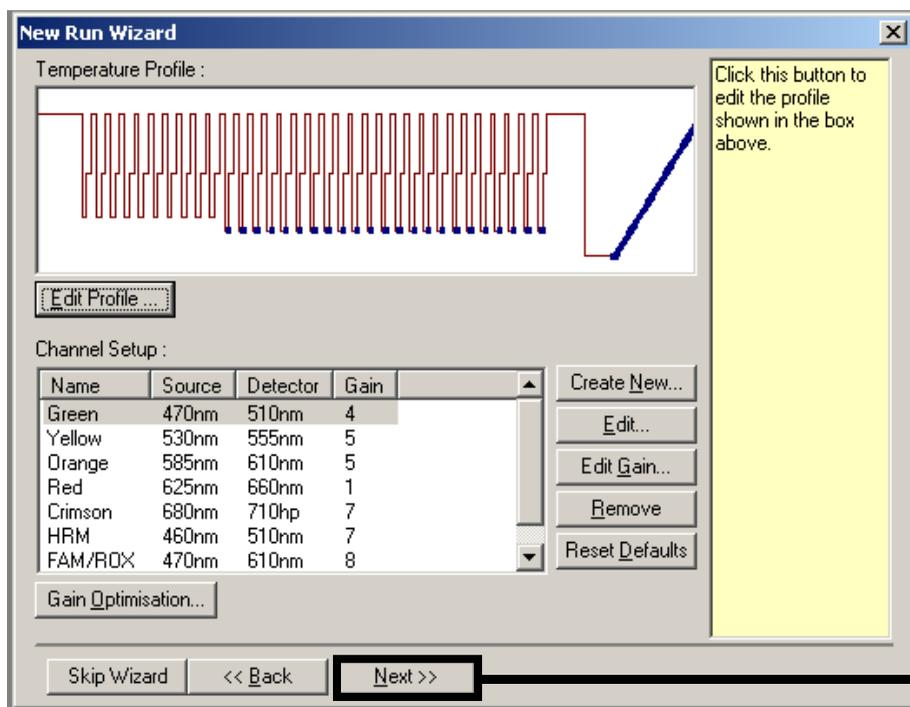
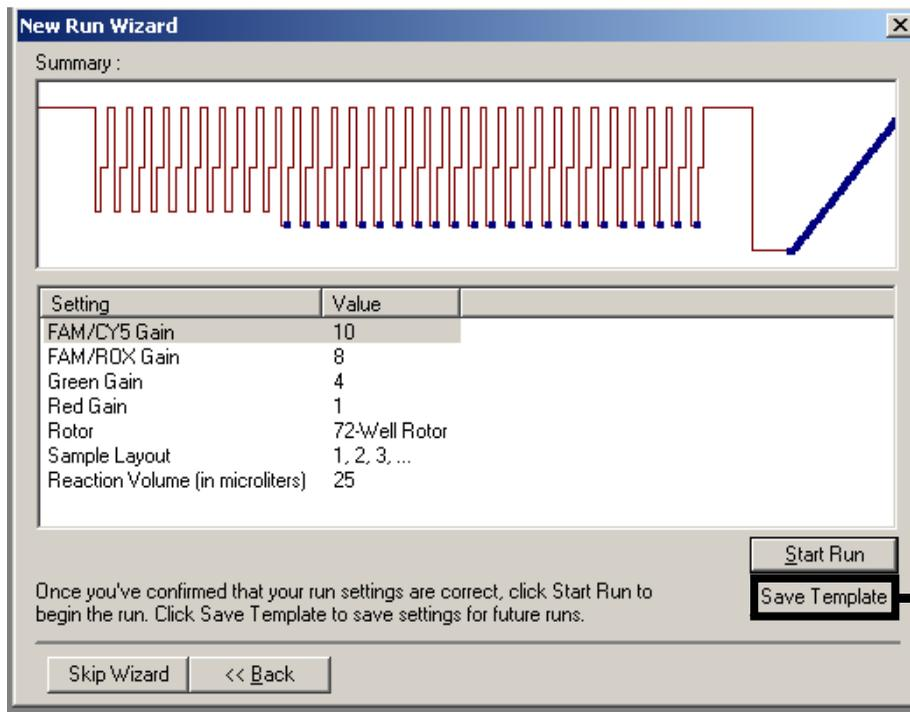

Figura 18. Resumen del perfil de temperatura.
Figura 19. Guarde la plantilla para un uso posterior.
Resumen y guardado de la plantilla	Figura 18, Figura 19
12. Guarde la plantilla para un uso posterior (Figura 19).